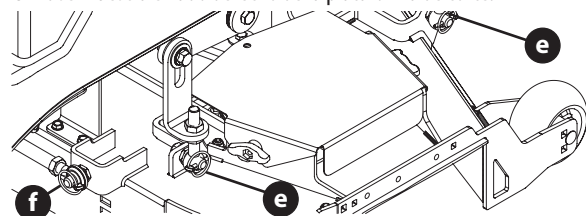

Figura 36
- Extraiga los cuatro pasantes (e) que aseguran la plataforma a la unidad de elevación de plataforma (Figura 36).
- Extraiga el pasante (f) que asegura la barra estabilizadora trasera, a la parte posterior derecha de la plataforma (Figura 36).